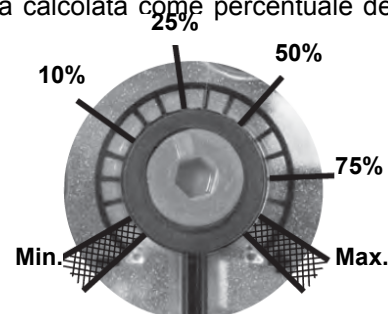

Fig. 5
La posizione dell'indicatore nella ghiera indica il valore della pressione in uscita calcolato come percentuale del fondo scala del sensore PS (Fig. 5)
3. Fissare VD rispettivamente con 2 viti M5, max. 5 Nm/44 in.lb, fig. 5/6.